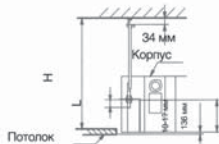

рис. 4
- B. Определите длину монтажных шпилек от потолка, отрежьте лишнюю часть (рис. 4).
- B. Выровняйте агрегат таким образом, чтобы промежутки между корпусом и краями отверстия были равные. Нижняя часть корпуса должна уходить в потолок на 10–12 мм (рис. 4).